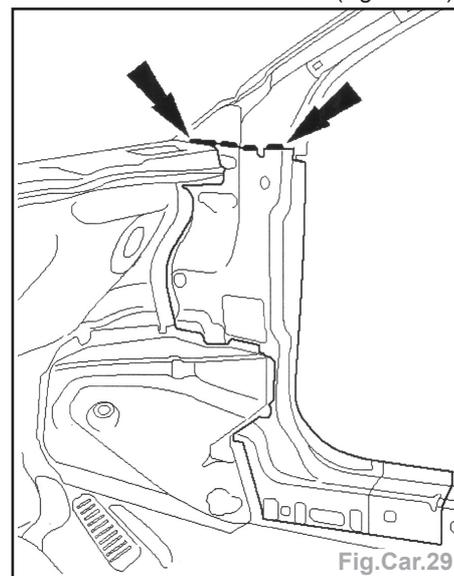

Fig.Car.29
- Meuler les cordons de soudures (flèches) du renfort intérieur de montant A (Fig. Car.29).
- Souder par cordon interrompu sous gaz (Fig.Car.29).